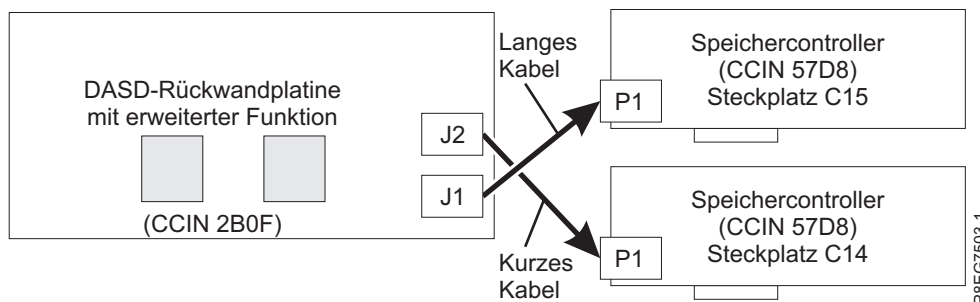

Abbildung 20. Erneutes Anschließen des SAS-Kabels bei einer Konfiguration mit erweiterter Funktion
- Das lange SAS-Kabel verbindet den Anschluss an der Rückwandplatine des unteren Plattenlaufwerks (J1) mit dem Anschluss P1 am internen SAS-RAID-Adapter in Steckplatz P1-C15. Siehe Abb. 20.